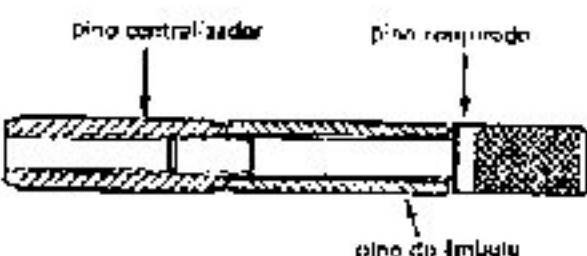

fig. 52
3. Instalar o novo pino do embolo, encaixando-o no pino rosqueado; prenda-lo, rosqueando manualmente o pino centralizador (fig. 52)